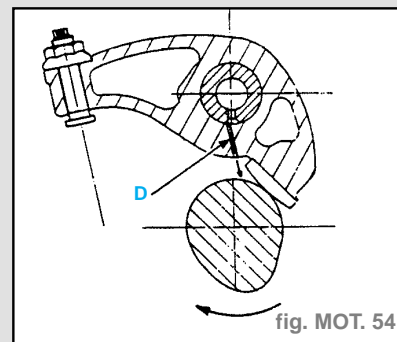
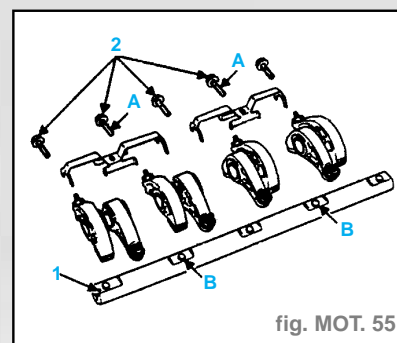

fig. MOT. 54
fig. MOT. 55
- Vérifier que les trous de graissage (D) cames-patins ne soient pas obstrués (fig. MOT. 54).
- la rampe de culbuteurs en positionnant le repère (1) côté distribution, en positionnant les vis (A) (de dimension
M8 x 100 - 28,7 mm) en (B) (fig. MOT. 55),
- serrer les vis de fixation (2) de la rampe du culbuteur à un couple de 2,3 daN.m et sans oublier de huiler à l'huile moteur les filets et sous les têtes.